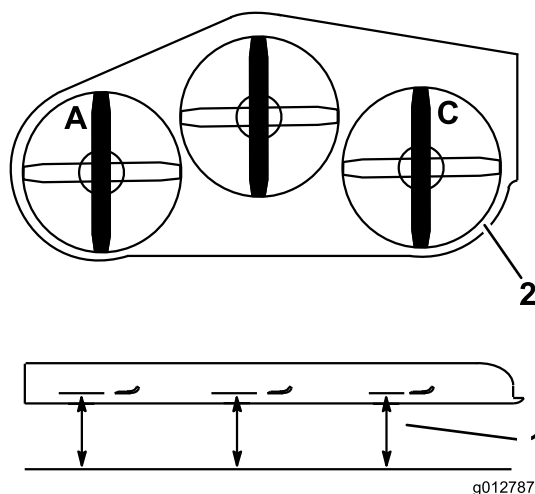

Bild 86
- Stellen Sie das linke Schnittmesser in Längsrichtung (Bild 86).
- Messen Sie das linke Messer an der Stelle **A** von einer ebenen Oberfläche bis zur Schnittkante der Messerspitze und notieren Sie den Wert (Bild 86).
- Stellen Sie das rechte Schnittmesser in Längsrichtung (Bild 86).
- Messen Sie das rechte Messer an der Stelle **C** von einer ebenen Oberfläche bis zur Schnittkante der Messerspitze und notieren Sie den Wert (Bild 86).
2. Stellen Sie das linke Schnittmesser in Längsrichtung (Bild 86).
3. Messen Sie das linke Messer an der Stelle **A** von einer ebenen Oberfläche bis zur Schnittkante der Messerspitze und notieren Sie den Wert (Bild 86).
4. Stellen Sie das rechte Schnittmesser in Längsrichtung (Bild 86).
5. Messen Sie das rechte Messer an der Stelle **C** von einer ebenen Oberfläche bis zur Schnittkante der Messerspitze und notieren Sie den Wert (Bild 86).